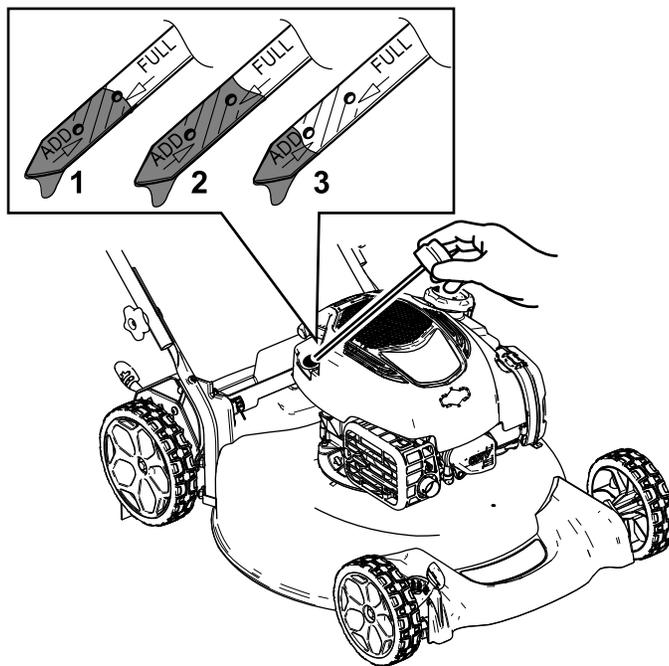

Figure 20
3. Tournez le bouchon dans le sens antihoraire et sortez la jauge (Figure 20).
10. Vérifiez le niveau d'huile indiqué par la jauge (Figure 20).